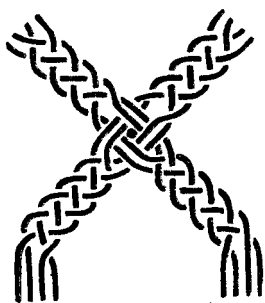

Fig. 14. — Croisement de 2 tresses de 4 fils.
**Croisement de 2 tresses de 4 fils.** — Il se fait comme le précédent. Les deux tresses étant menées jusqu'à l'endroit du croisement, on exécute une passée en prenant, pour chaque geste, deux fuseaux au lieu d'un (fig. 14). On place l'épingle après la demi-passée, on l'enferme en « croisant », et on continue chaque tresse.